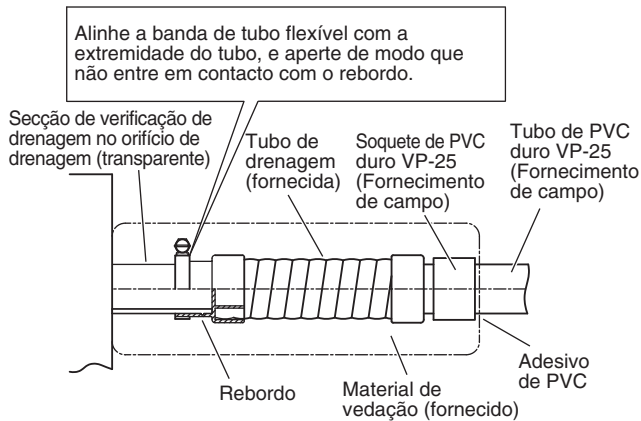

Fig. 3-8
- Prepare o tubo PVC duro padrão (D.E. de 32 mm) para a drenagem e utilize a banda de tubo flexível fornecida para prevenir vazamentos de água. O tubo PVC deve ser comprado separadamente. A parte de drenagem transparente na unidade permite a verificação da drenagem. (Fig. 3-8)
- Aperte as braçadeiras de tubo flexível de modo que suas contra-porcas fiquem viradas para cima. (Fig. 3-8)